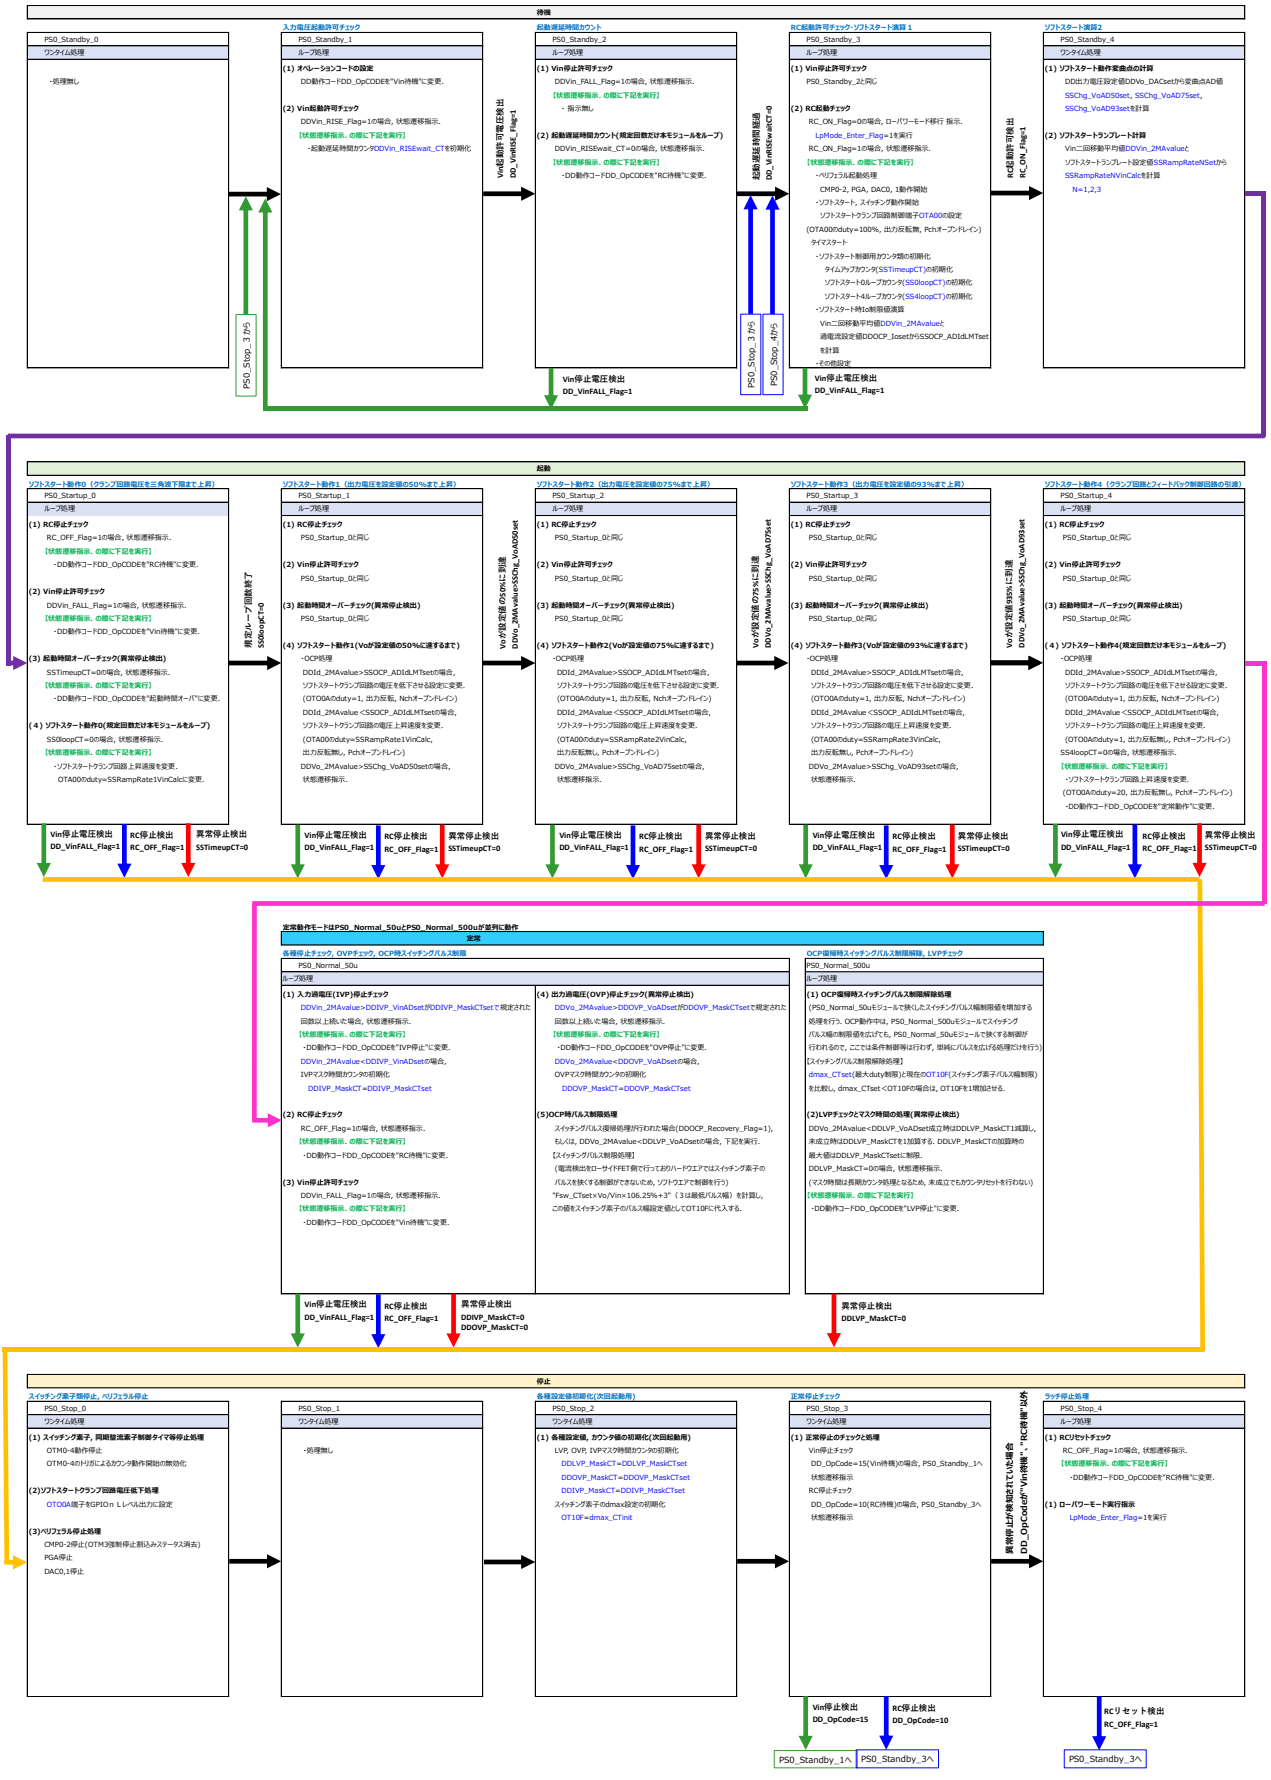

Figure 6-2. LogiCoA001-EVK-001 状態遷移図
LogiCoA001-EVK-001 の状態遷移図を Figure 6-2 に示します。6.1 状態遷移制御 で述べたように、動作状態は①待機(Standby)、②起動(Startup)、③定常(Normal)、④停止(Stop)のに分けられ、Figure 6-2 の最上段が①待機、上から 2 段目が②起動、3 段目が③定常、最下段が④停止となります。Table 6-1 に示すように、待機、起動、停止の各状態は 5 つの状態遷移制御モジュールを、定常状態は 2 つのモジュールを持ち、50 μ s の周期でいずれかのモジュールが実行されます。ただし、定常動作のみ 50 μ s 周期で実行されるモジュールと 500 μ s 周期で実行されるモジュールが並列に動作します。各モジュールでは、図中に記述されているように、動的に取得した入力電圧、出力電圧やプログラムの内部カウンタなどの状態変数や状態フラグによって、次状態への遷移もしくは同状態での停滞を判定・制御します。状態変数、状態フラグについては、6.3 状態変数・状態フラグ一覧 にて一覧を記載します。